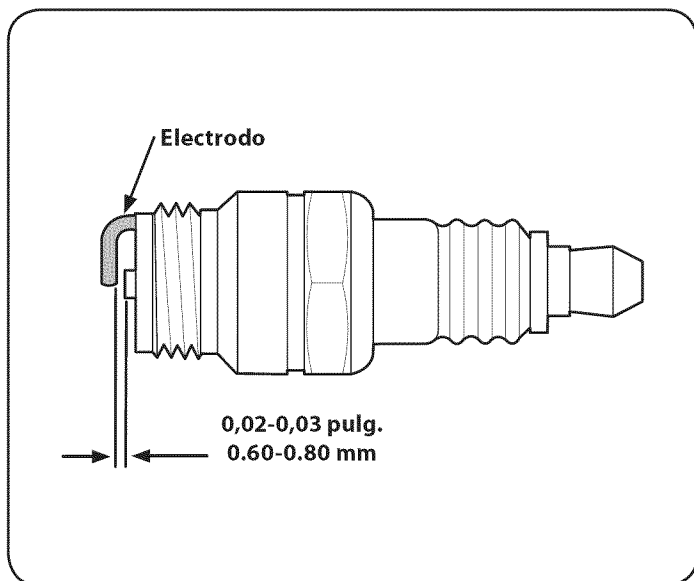

Figura 22
3. Mida la separación de bujía con un calibrador. Corrija de ser necesario torciendo el electrodo lateral. Vea la figura 22. La separación debe establecerse en 0,030 pulg.